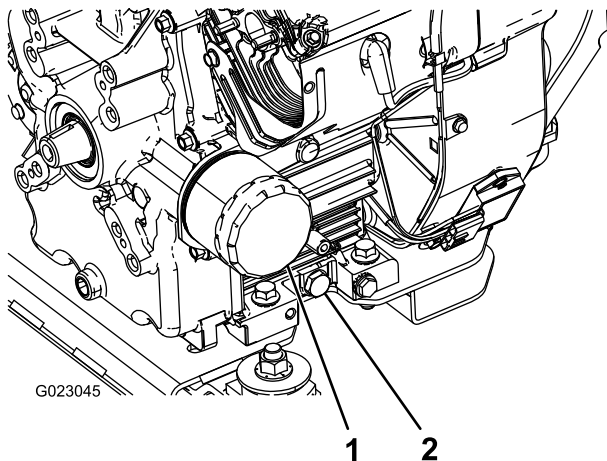

Figura 41
- Retire el tapón de vaciado (Figura 41).
- Agregue lentamente un 80% de la cantidad especificada de aceite por el tubo de llenado (Figura 41).
- Retire el filtro de aceite (Figura 41).
- Instale el filtro de aceite nuevo en el adaptador del filtro. Gire el filtro en sentido horario hasta que la junta de goma entre en contacto con el adaptador del filtro, luego apriete el filtro 1/2 de vuelta más (Figura 41).